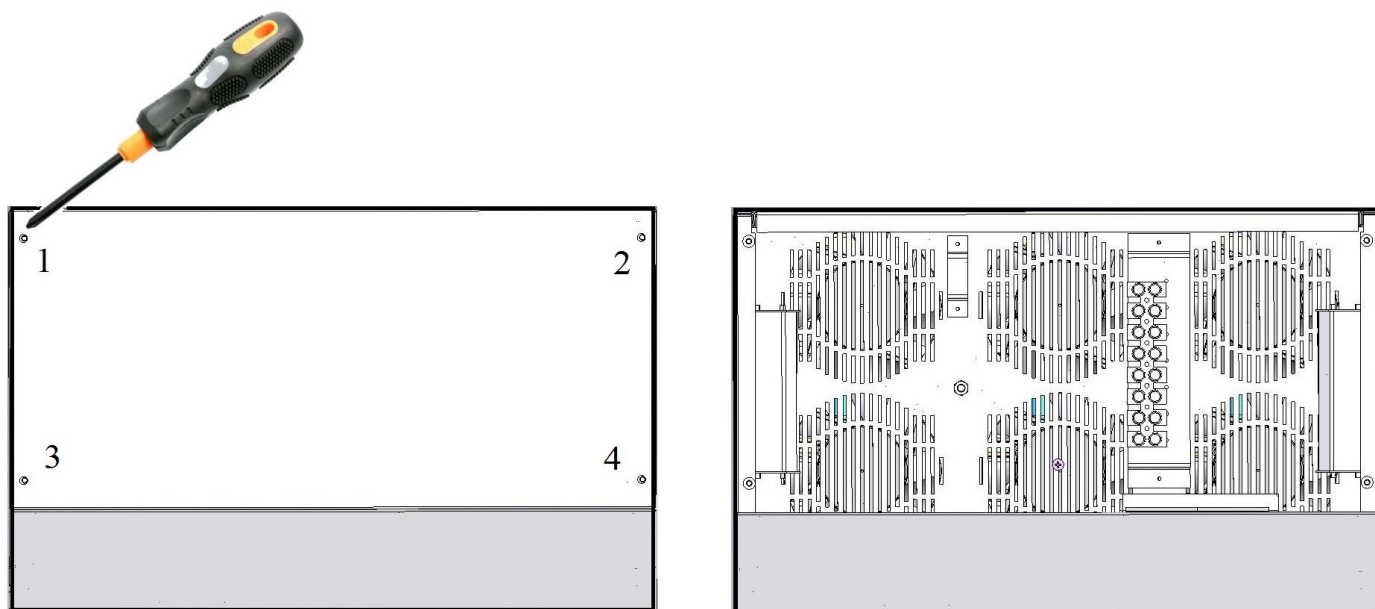
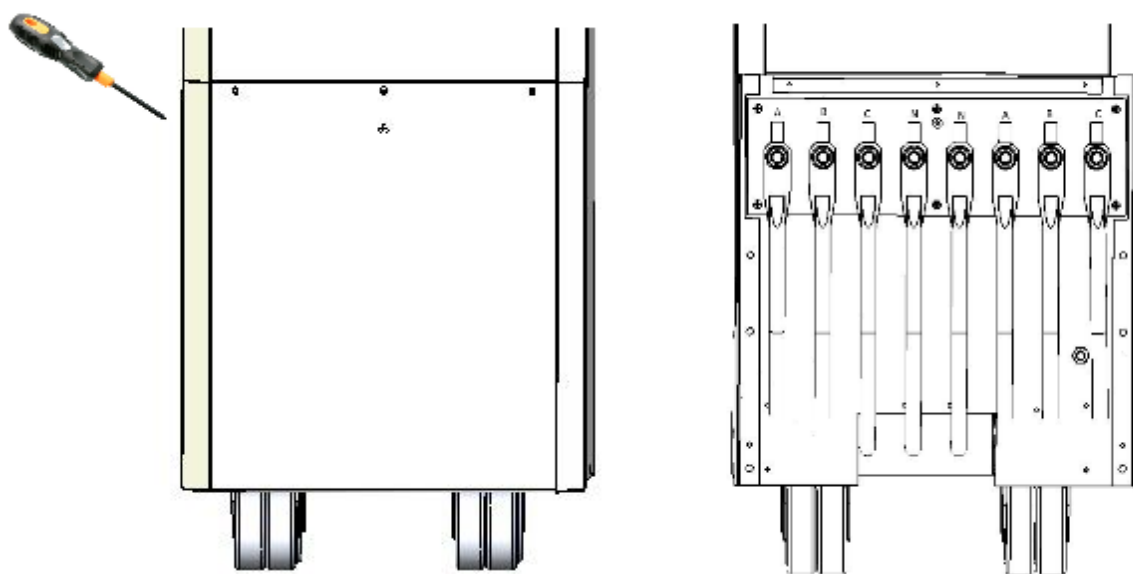

Рисунок 11. Схема снятия защитной крышки снизу корпуса стабилизатора Герц
Рисунок 12. Схема снятия защитной крышки внизу передней части корпуса стабилизатора Герц-ПРО
2. При помощи отвертки открутить винты защитной крышки с верхней части стабилизатора Герц на 25-80А (см. рисунок 11) и с нижней части Герц-ПРО на 100-160А (см. рисунок 12) для доступа к клеммной колодке.